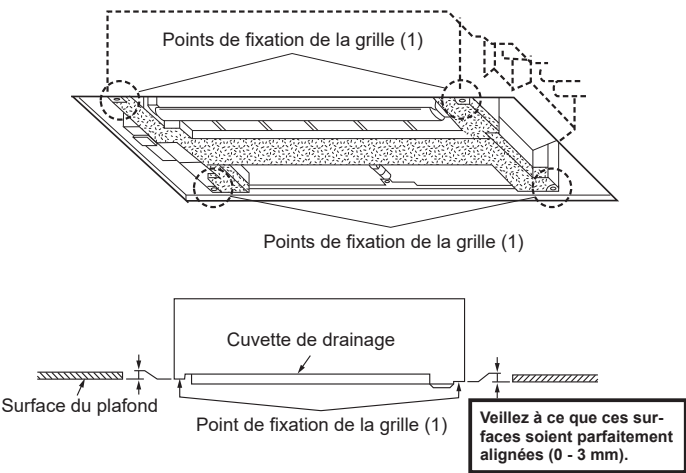

Fig. 8-2
(1)	Grille	1
(2)	Vis	6	M5 × 16
(3)	Vis	1	4 × 12
8.2. Contrôles avant la mise en place (Fig. 8-2)
- Avant de poser la grille (1), assurez-vous que l'appareil intérieur est d'équerre avec l'ouverture du plafond (ou parallèle au mur du plafond).
- **Veillez à ce que les 4 points de fixation de la grille (1) de l'appareil intérieur soient au même niveau que la surface du plafond.**
Utilisez le gabarit d'installation fourni avec l'appareil intérieur pour positionner ce dernier de manière que les 4 points de fixation de la grille (1) soient au même niveau que la surface du plafond, avec une tolérance de 3 mm (Fig. 8-2).